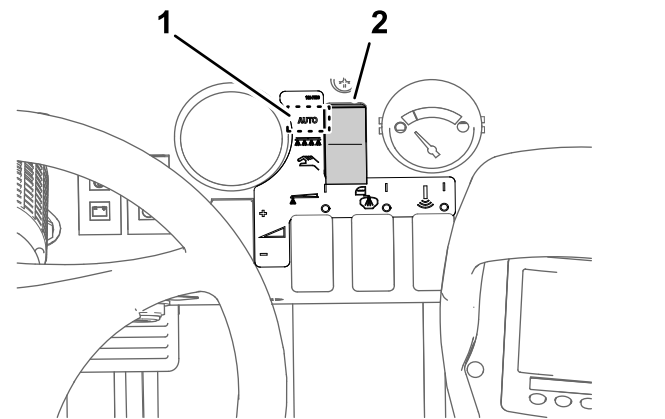

Figura 39
3. Mueva el interruptor del modo de fumigación al Modo de caudal de aplicación (Figura 39).